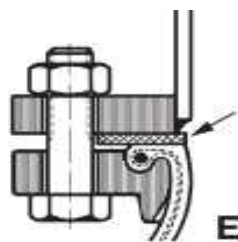

Рисунок 2 Плоское уплотнение между резиновой диафрагмой и противоположным фланцем
2.19 В резиновых компенсаторах от HKS с фланцевым присоединением резиновая диафрагма служит, как правило, уплотнением к противоположному фланцу трубопровода. Уплотнения не требуются, если поверхности уплотнения противоположного фланца трубопровода выполнены в соответствии с рисунком, находящимся ниже. Плоские уплотнения (см. рис. 2) должны использоваться лишь для защиты резиновых уплотняющих поверхностей, когда противоположный фланец имеет слишком большое отверстие, острые внутренние кромки или неровности, например, сварочный грат. Если диаметры фланцев сильно отличаются, то дополнительно устанавливается кольцевая шайба между уплотнением и уплотняющей поверхностью диафрагмы. Фланцевое болтовое соединение нельзя здесь затягивать слишком сильно.